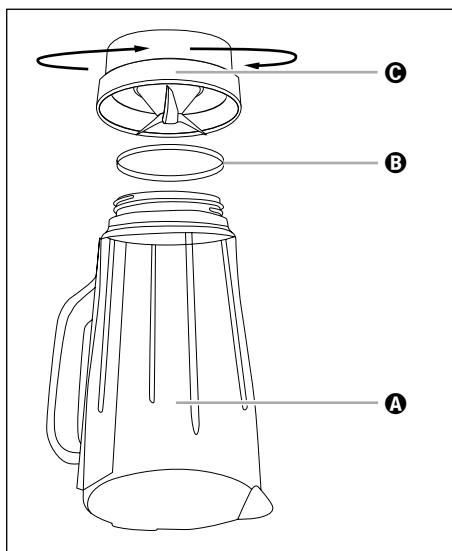

Fig. 4
- 2) Collegare l'apparecchio sulla testa e ruotare la parte di plastica Ⓓ dell'inserto mixer Ⓑ in senso antiorario in modo tale che si possa staccare dalla parte di vetro Ⓒ dell'inserto mixer Ⓑ (vedere Fig. 4).